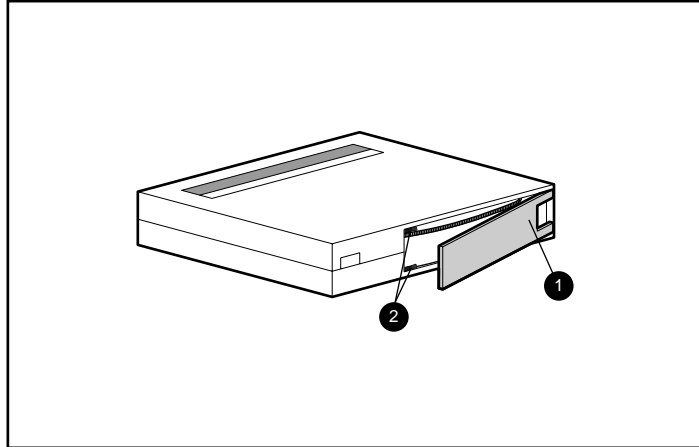

図6: テープリーダを確認する
- カタカタという音がしない場合、カートリッジ内部のテープリーダー②を確認します。確認するには、ドアロックをはずしてカートリッジ後部のドアを開けます①。テープリーダーが図6に示す位置にあるはずです。